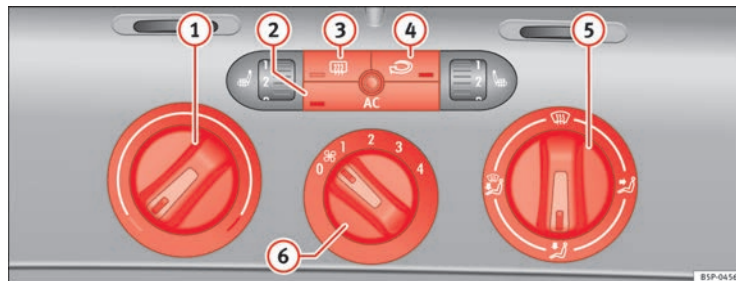

Fig. 109 Comandos do Climatic no painel de instrumentos
- Rodar o regulador da temperatura ⇒ **fig. 109** ① para a direita, até ser atingida a potência calorífica pretendida.